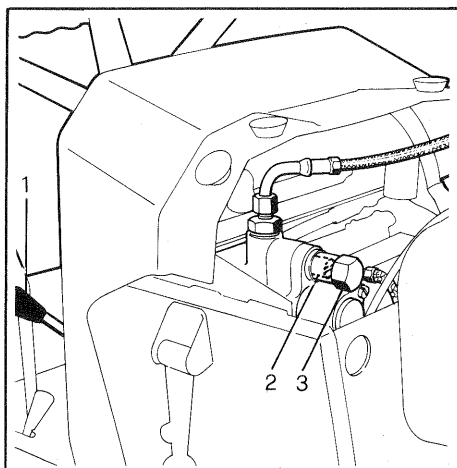

Fig. 25 - Bild 25
- a. Agire sulla leva del distributore idraulico (fig. 25, particolare 1) e **tenendola sollevata** accertarsi che il manometro indichi una pressione di 90 ± 100 Atm.
- b. Se ciò non avviene occorre agire opportunamente sulla valvola di sovrappressione (2) avvitando o svitando la vite di registro, dopo avere rimosso il cappellotto a vite di protezione (3).
- a. Act on the hydraulic control valve lever (fig. 25, detail 1). **Hold valve lever up** and make sure the pressure gauge reading is 90 to 100 kg/sq.cm.
- b. If reading is different, action is needed on the relief valve: remove the screw cap (3) and screw out or down the set screw of relief valve (2).
- a. Manoeuvrer le levier du distributeur hydraulique (fig. 25, détail 1) **et tout en le tenant soulevé**, s'assurer que le manomètre indique une pression de 90 à 100 Atm.
- b. Dans le cas contraire, agir sur le clapet de surpression (2) en serrant ou en desserrant la vis de réglage après avoir enlevé le chapeau de protection à vis.
- a. Den Steuerhebel des hydraulischen Verteilers (Bild 25, Detail 1) **betätigen und sich bei hochgehobenem Hebel vergewissern**, dass das Manometer einen Druck von 90 - 100 kg/cm² anzeigt.
- b. Sollte der Druck nicht stimmen, die Schutzkappe (3) entfernen und auf das Überdruckventil (2) wirken, wobei die Einstellschraube an-oder abgeschraubt wird.
L'attrezzo non si solleva o si solleva a fatica.	1. Insufficiente quantità di olio nel serbatoio per l'impianto idraulico. Ripristinare il livello dell'olio. 2. Insufficiente pressione. Agire sulla valvola di sovrappressione posta sul distributore aumentando la taratura stringendo la vite posta all'interno del corpo portamolla dopo avere rimosso il cappellotto di protezione (fig. 25). 3. Perdite di olio nel distributore. Sostituire il distributore. 4. Perdite di olio nel martinetto. Revisionare il martinetto o eventualmente sostituire. 5. Pompa idraulica danneggiata. Sostituire.
The implement does not raise or heaves.	1. Low oil level in the hydraulic reservoir. Top up. 2. Low pressure. Adjust the relief valve on the control valve tightening the screw inside the spring housing. To gain access to the screw, remove the protection cap (fig. 25). 3. Leakage in the control valve. Replace. 4. Actuator leakage. Repair or replace. 5. Hydraulic pump damaged. Replace.
2. Pression insuffisante. Agir sur le clapet de surpression placé sur le distributeur et augmenter le tarage en serrant la vis à l'intérieur du corps porteresort, une fois enlevé le chapeau de protection (fig. 25).
2. Ungenügender Druck. Das auf dem Verteiler angebrachte Überdruckventil einstellen, wobei die im Inneren des Federträgers angeordnete Schraube nach Entfernung der Schutzkappe angeschraubt wird (Bild 25).